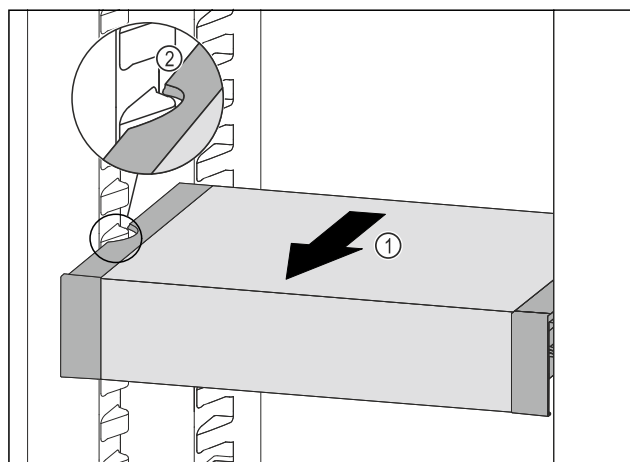

Fig. 87
- ▶ VarioSafe pociągnąć w przód Fig. 87 (1), aż boczne wycięcia szuflady VarioSafe będą się znajdować na wysokości żebra pojemnika w chłodziarce. Fig. 87 (2)